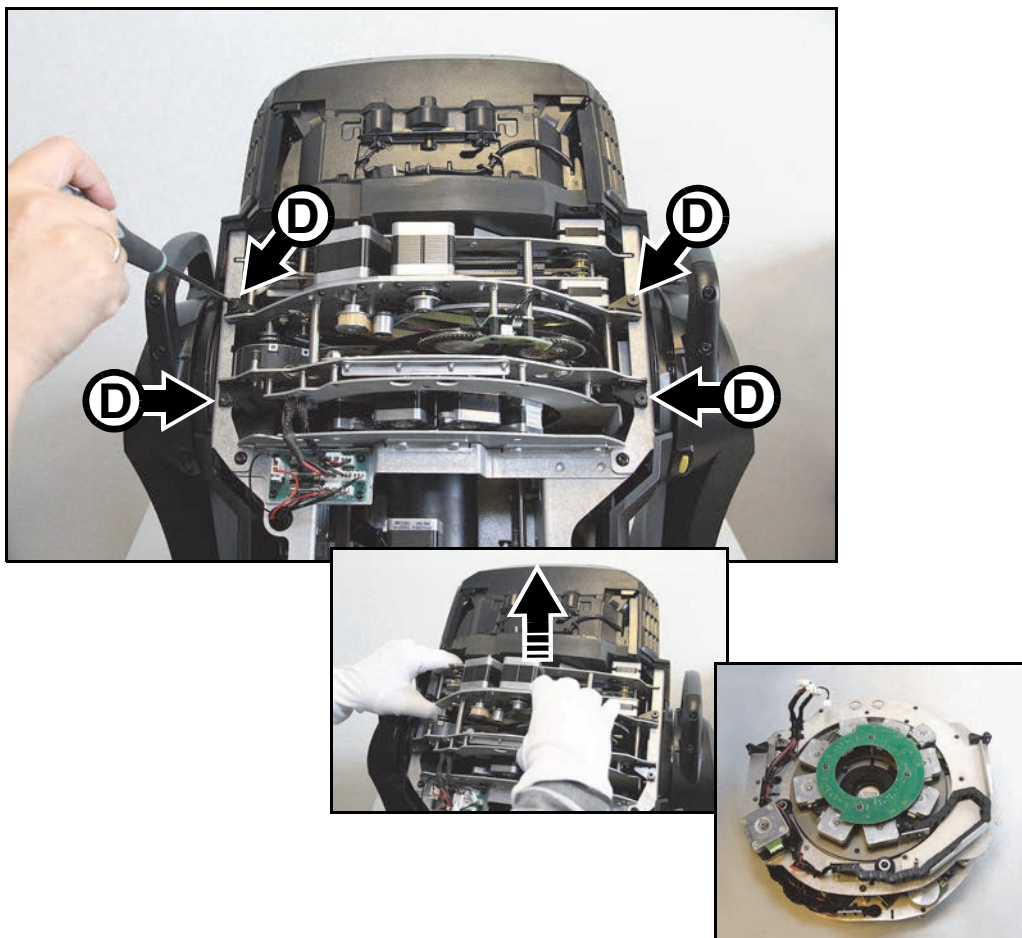

Bild 12: Entfernen des Multimoduls
4. Siehe Bild 12. Lösen Sie die vier Torx20-Schrauben **D** (Pfeil) und heben Sie das Multimodul aus dem Kopf. Legen Sie das Multimodul wie in Bild 12 gezeigt, auf der Arbeitsfläche ab.